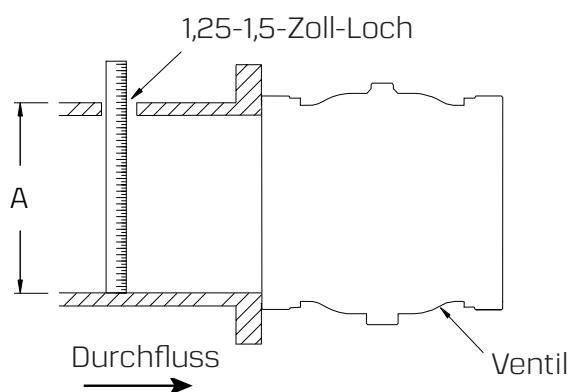

Abbildung 2. Messung der Rohrtiefe.
- a. Messen Sie von der *Innenseite der Rohrunterseite* bis zur *Außenseite der Rohroberseite* (Maß A, siehe Abbildung 2).